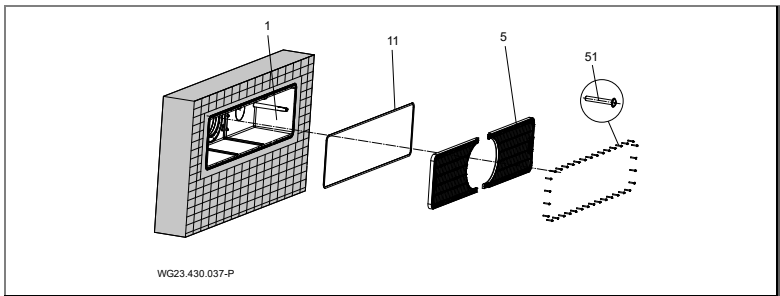

Fig. 8
Para la estanqueidad con la pared de hormigón recomendamos crear un anillo perimetral de resina epoxi/arena de cuarzo en la pared exterior del lado de la piscina de la carcasa (1). Ver "Fig. 8", página 25.